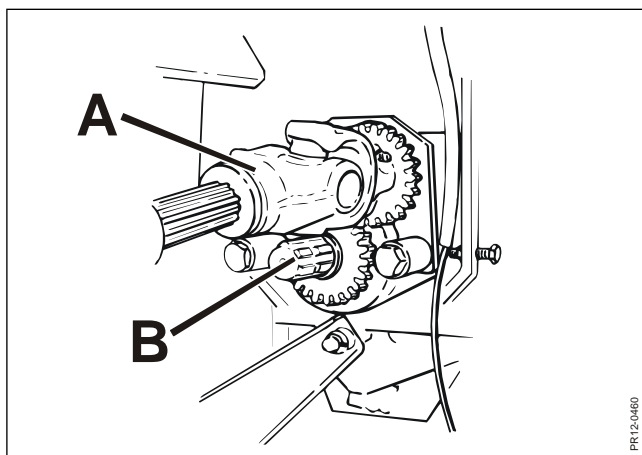

Fig. 6-11
- Fig. 6-11** 2) Flyt KO-akslen **A** fra rotoren til den alternative tap i **pos. 1**, hvor tandhjulene